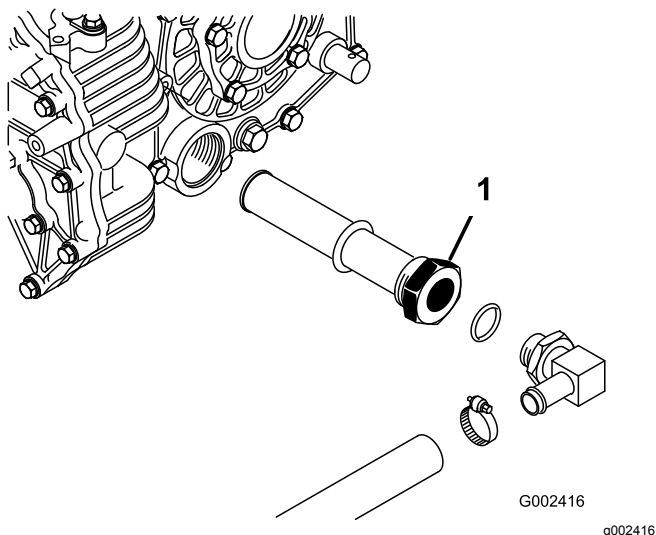

図 67
3. タンク側面のストレーナについている油圧ホースと90°フィッティングの向きを確認記憶する(図 67)。